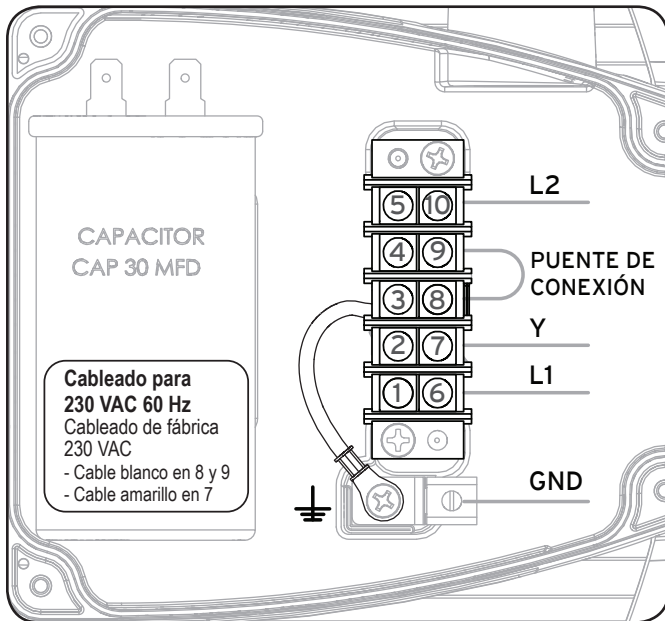

Figura 5. Cableado de fábrica para 230 VAC
3. Conecte el suministro de electricidad de acuerdo con Figura 5.
4. Fije el caño al puerto de conexión con un codo para caño de 1/2 pulg. o una conexión para caño similar. Ver Figura 5. Tenga cuidado para no dañar ni desgastar ninguno de los cables.